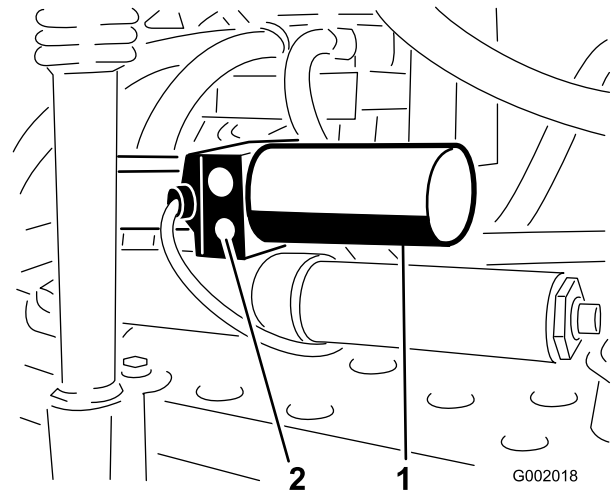

Figura 52
1. Localice la válvula de alivio manual en el actuador de cada brazo. La válvula de alivio manual es la válvula más pequeña, y se encuentra solamente en un lado del cuerpo del actuador (Figura 52).